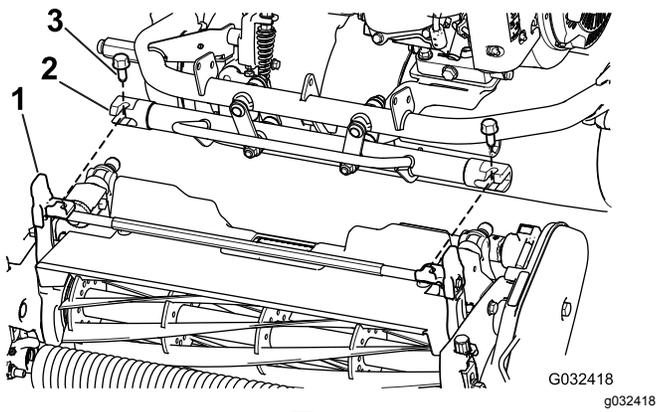

图7
4. 向前推动主机框架 图7 直至其与滚刀组旋转臂完全接合。
5. 使用 2 颗 3/8 x 3/4in 螺栓将主机框架固定到滚刀组旋转臂上 (图7)。